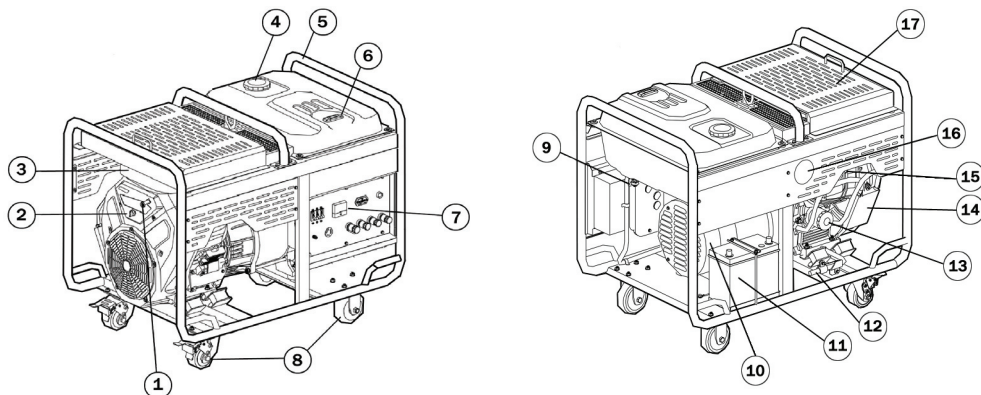

Рис. 1
2. Откройте крышку сервисного доступа 17 (Рис. 1)